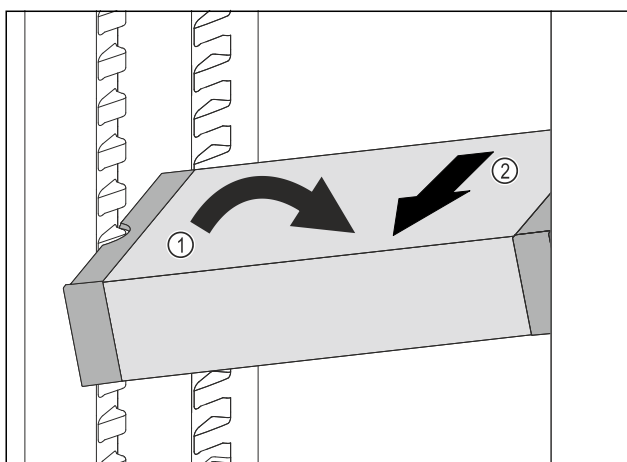

Fig. 165
- Impostare il vano frigorifero di VarioSafe ad angolo. Fig. 165 (1)
- Rimuovere VarioSafe tirando in avanti. Fig. 165 (2)